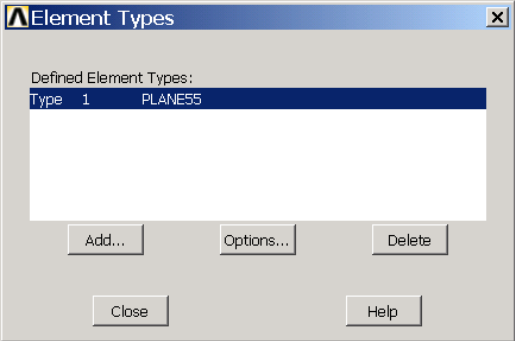

图11.4 定义单元类型
- (1) 启动 ANSYS，单击【Utility Menu】|【File】|【Change Title】菜单，定义分析标题为 “Steady-state thermal analysis of submarine”。
- (2) 在命令流窗口中输入 “/UNITS, BFT”，并按 Enter 键，定义单位制。
- (3) 单击 Main Menu>Preprocessor>Element Type>Add/Edit/Delete 菜单，定义二维热单元 PLANE55，如图 11.4 所示。